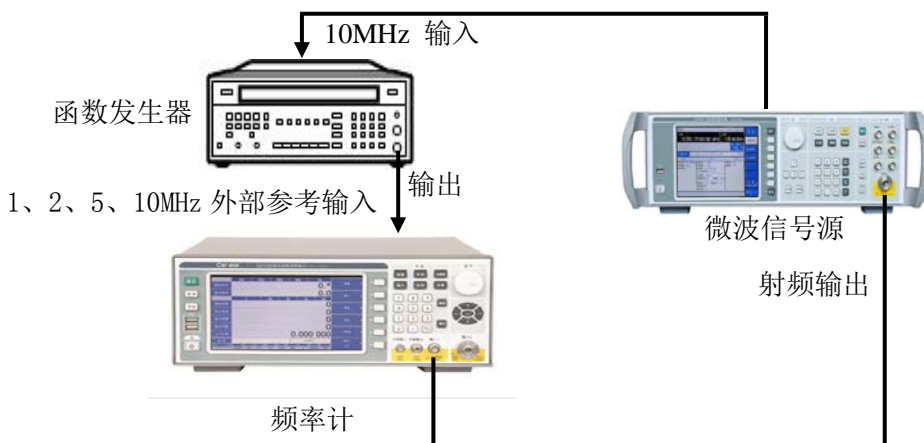

图 8-5 外参考输入端口性能测试框图
- b) 开机预热至少 30 分钟，如图 8-5 所示连接测试设备，将微波信号源连接到频率计输入 1；